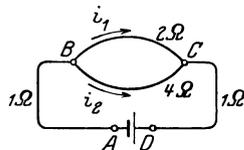

Abb. 14. Schaltung zu Aufgabe 73.
73. Ein Element, dessen EMK 1,8 [1,43] V und dessen innerer Widerstand $\frac{1}{6}$ [0,5] Ω beträgt, wird, wie Abb. 14 zeigt, durch zwei Drähte AB und DC von je 1 [0,8] Ω Widerstand und den beiden zwischen B und C liegenden Drähten von 2 [1,5] Ω und 4 [3,5] Ω Widerstand geschlossen. Gesucht wird: